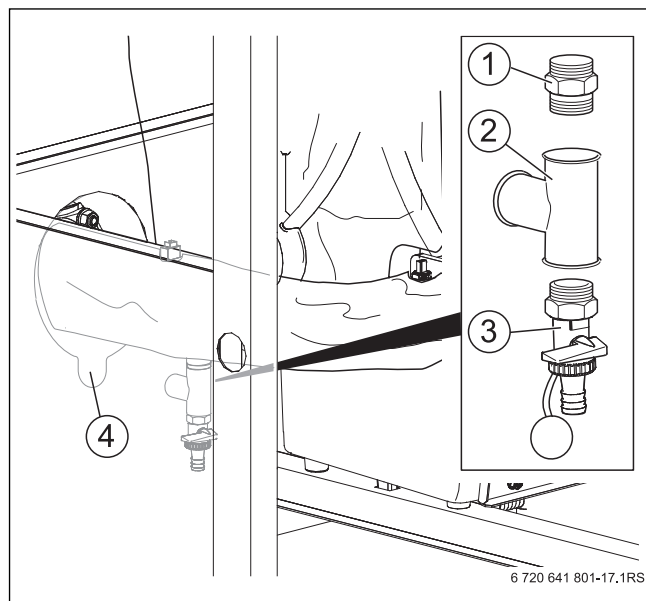

Рис. 17 Подключение расширительного бака
Для защиты котла нужно подключить к обратной линии мембранный расширительный бак (дополнительное оборудование) по EN 12828. Для этого на обратной линии нужно смонтировать тройник и двойной ниппель (→ рис. 17, [2] и [1], стр. 20).
- ▶ Демонтируйте сливной кран на обратной линии (→ рис. 17, [3], стр. 20).